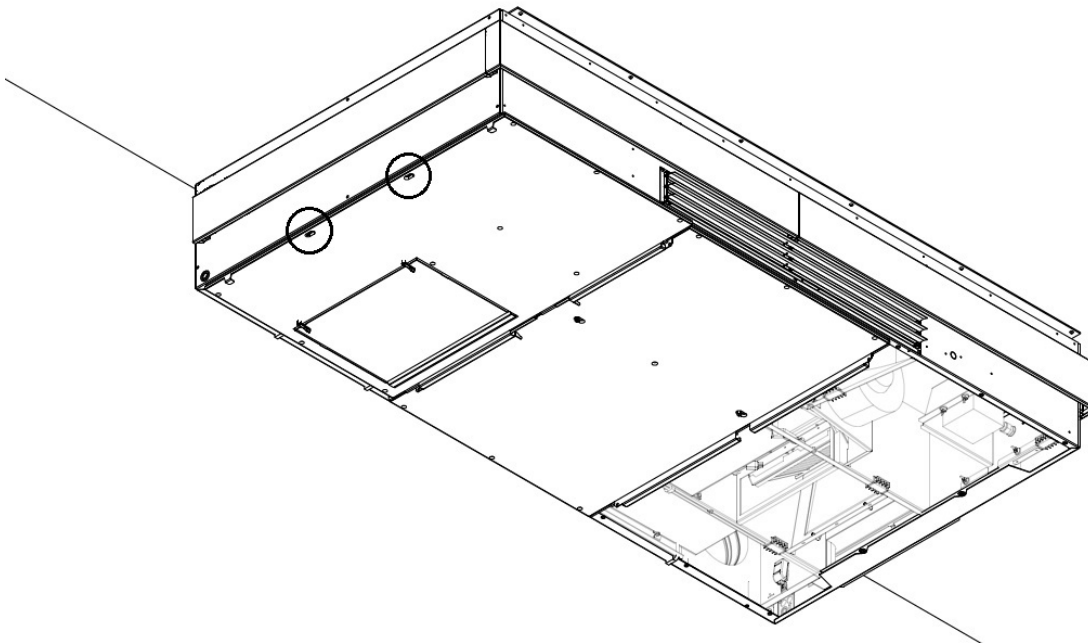
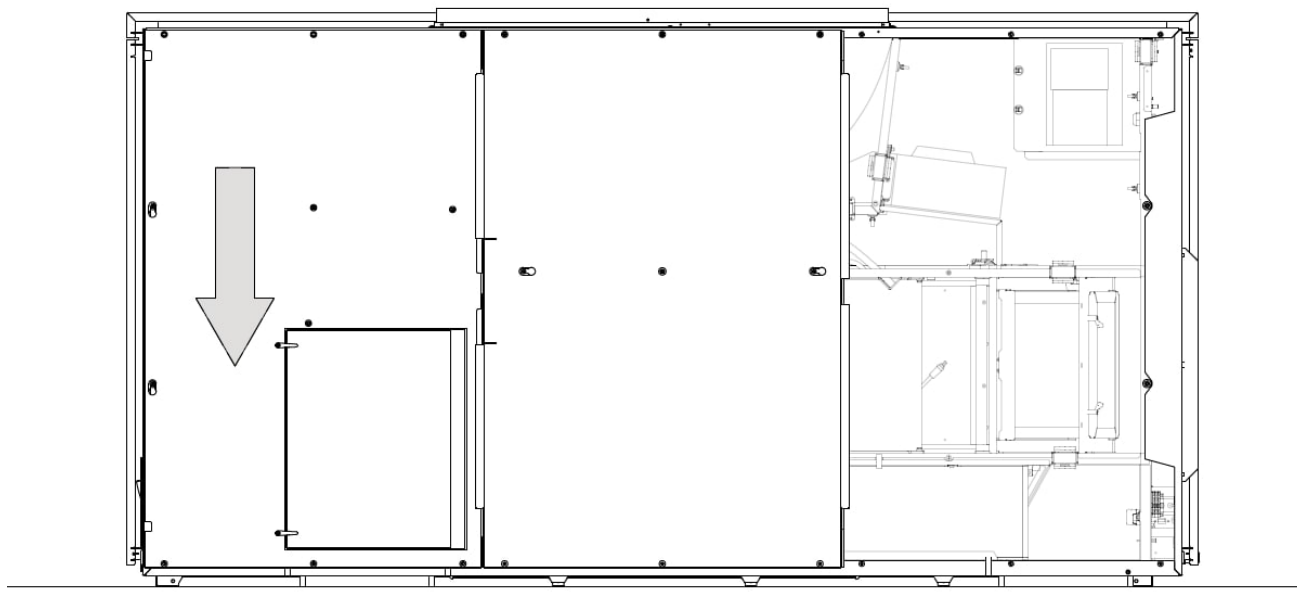

Figur 38: Løft venstre sideplade over på hængslerne
Figur 39: Hængslerne til filterlemmen skal være lukkede
6. Løft venstre stålplade op og over på hængslerne i den midterste stålplade, se Figur 38 nedenfor. Sørg for, at hængslerne til filterlemmen er lukkede, før du løfter stålpladen, se Figur 39.